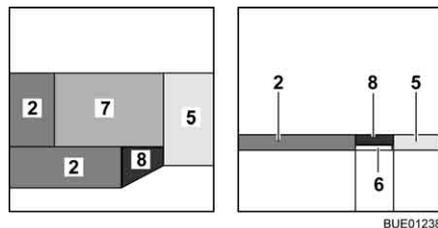

Fig. 96 Después de la transformación
- Colocar el cojín adicional (Fig. 96,7) en la mesa.
- Colocar el cojín adicional (Fig. 96,8) sobre el ensanchamiento de cama.